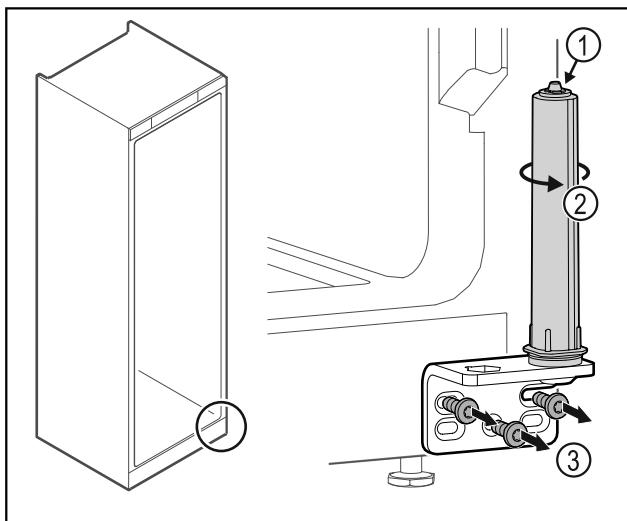

Fig. 36
- ▶ Non disassemblare il sistema di chiusura della porta Fig. 36 (1).
- ▶ Ruotare il sistema di chiusura Fig. 36 (2) finché non si innesta con un clic.
- ▶ Svitare la cerniera angolare Fig. 36 (3).